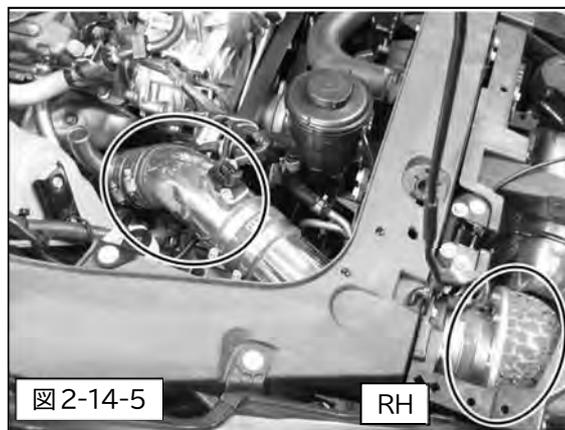

図 2-14-5
- (5) サクシオンパイプをサクシオンパイプ LH と RH に取り付けてパワーフローを左右両側に取り付けます。(図2-14-5)